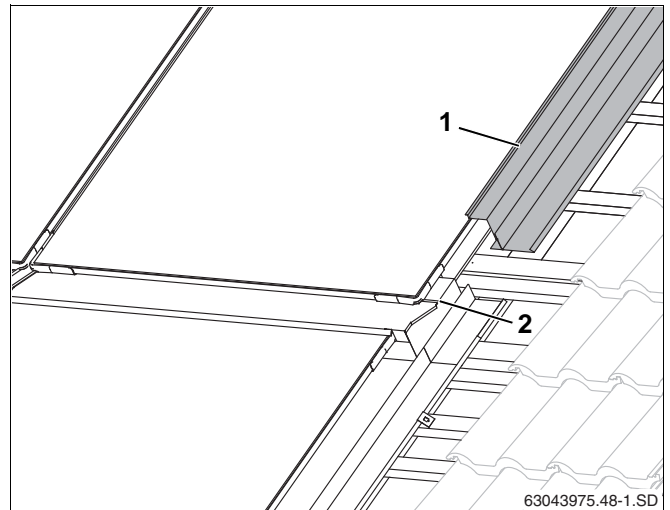

Fig. 54 Sidedækplade, øverste række
- ▶ Montér de øverste sidedækplader (fig. 54, **pos. 1**) som de nederste (kapitel 10.2 "Dækplader på siden").
- ▶ Skub sidedækpladerne over midterdækpladernes pladefals (fig. 54, **pos. 2**).